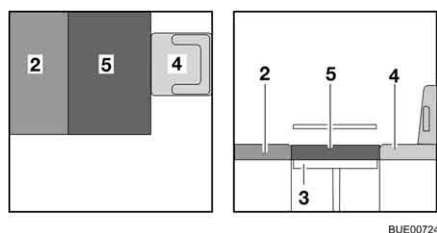

Fig. 92 Después de la transformación
- Colocar el cojín adicional (Fig. 92,5) en la mesa.
- De ser necesario, volver a empujar el asiento del conductor (Fig. 92,4) hacia atrás.